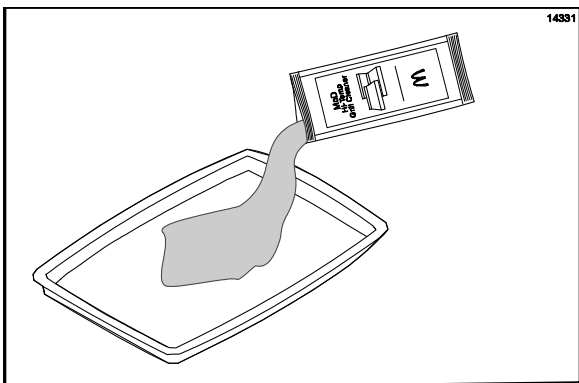

Рисунок 31
13. Откройте один пакет **моющего высокотемпературного раствора для гриля "Макдональдс" (HTGC)**. Опорожните его содержание в емкость или поддон из нержавеющей стали. (См. рис. 31)